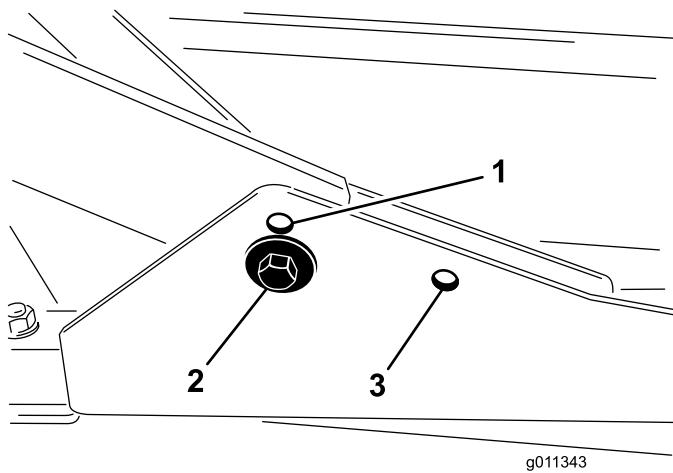

Bild 7
- Befestigen Sie die vorderen Trägerrahmen für Schnitthöhen von 2,0 cm bis 7,6 cm in den unteren vorderen Befestigungslöchern (Bild 7).
- Befestigen Sie die vorderen Trägerrahmen für Schnitthöhen von 6,3 cm bis 10 cm in den unteren vorderen Befestigungslöchern (Bild 7).
Befestigen Sie das Heckmähwerk für alle Schnitthöhen in den hinteren Befestigungslöchern (Bild 7).